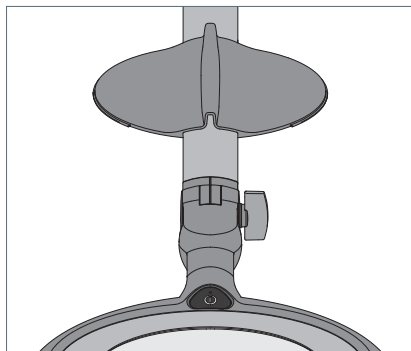

Fig. 4: Ranger le recouvrement de la loupe.
- Fixer le recouvrement de la loupe sur les tiges du luminaire, voir Fig. 4.